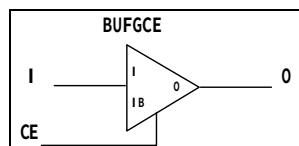

图4-81 BUFGCE 示意图
- (4) BUFGCE 是带有时钟使能端的全局缓冲。它有一个输入 I、一个使能端 CE、一个输出端 O。仅当 BUFGCE 的使能端 CE 有效（高电平）时，BUFGCE 才有输出。图 4-81 所示为 BUFGCE 示意图。